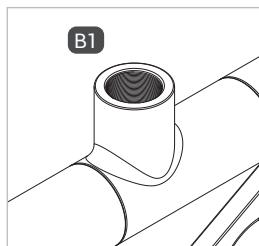

Figure 1
- ▶ Vissez hermétiquement l'entrée fluide « B1 » à l'embout de raccordement de la conduite de fluide (Figure 1).